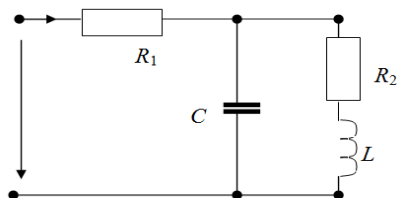

Рис.18. Простая цепь переменного тока
**Пример 1.** Определить мгновенное значение тока на входе цепи (рис. 18), у которой,  $x_C = 12$  Ом,  $x_L = 3$  Ом,  $R_1 = R_2 = 10$  Ом,  $u = 12\sin\omega t$ .